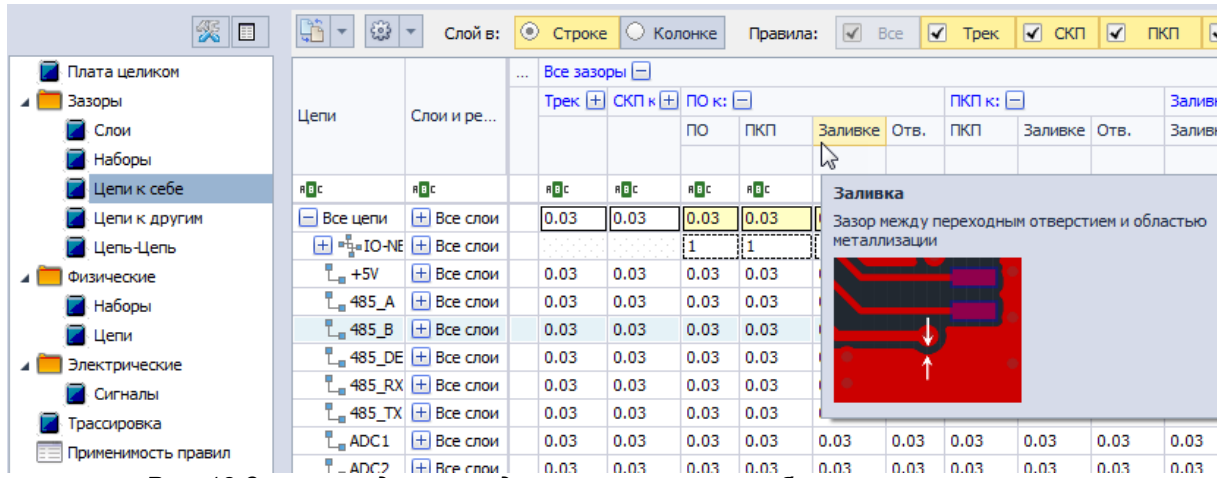

Рис. 18 Зазор между переходным отверстием и областью металлизации
- Зазор между ПО и областью металлизации обозначается как «ПО к Заливке», Рис. 18.